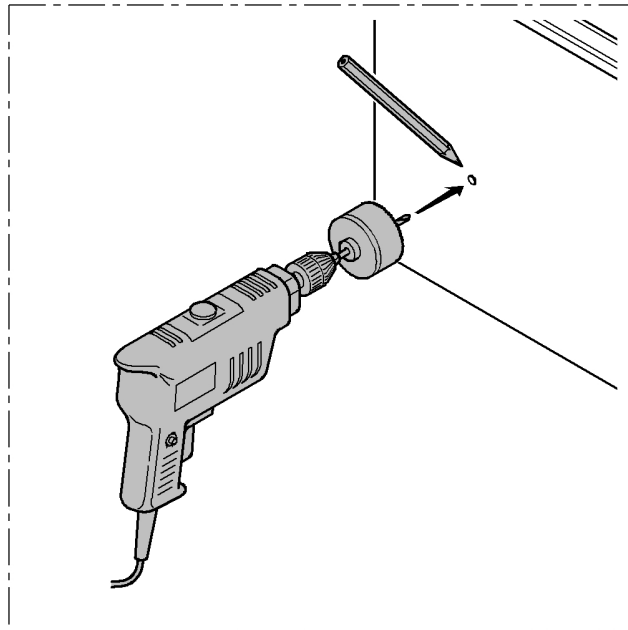

Fig 1
- Montar o adaptador (SMAN) e a serra de copo (STAZ) no mandril da furadora e furar a parede mais comprida do escoadouro no qual se deseja instalar a caixa de empanque. (Fig. 1)